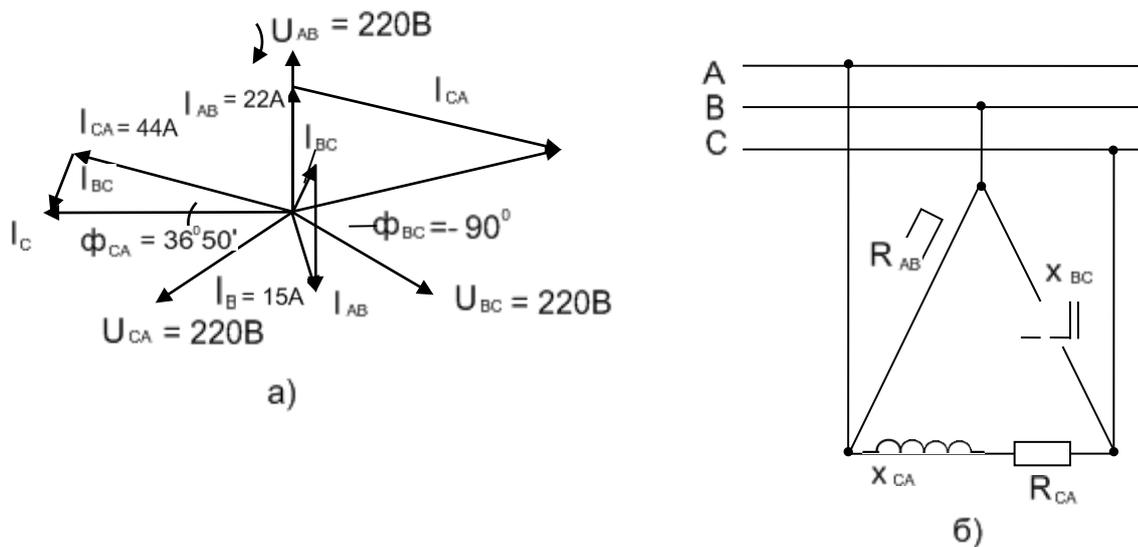

Рис.88
2. На основании вычислений чертим схему цепи (рис. 88, б).